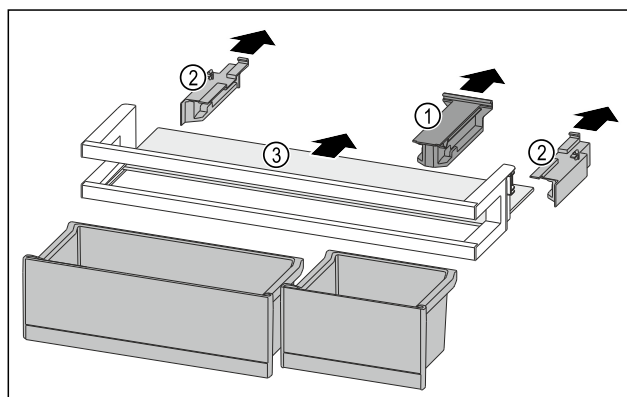

Fig. 117
- ▶ Desprindeți piesa de susținere Fig. 117 (1).
- ▶ Desprindeți piesele laterale Fig. 117 (2).
- ▶ Extrageți raftul Fig. 117 (3).